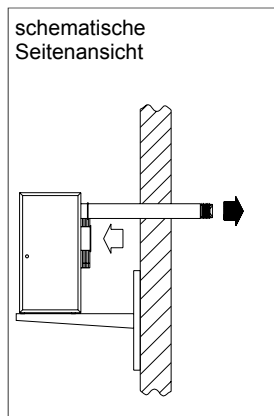

Abb. 5
- a) mit Hilfe einer horizontalen Rohrleitung (Außenwandinstallation) gerade durch die Außenwand (Abb. 5) oder,